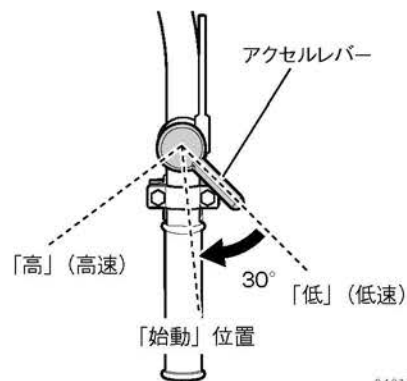

図 2-20
3. アクセルレバーを「低」（低速）の位置から約30°「高」（高速）側に回した「始動」位置にします。（図 2-20）